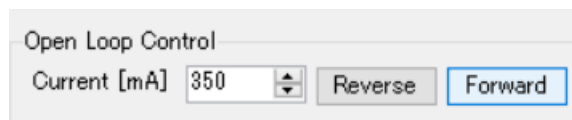

図 4-7 「Current [mA]」 エディットボックスと「Forward」 ボタン
- (17) 「Current [mA]」 エディットボックス(図 4-7)の q 軸電流指令値に 350 を設定します。
- (18) 「Forward」 ボタン(図 4-7)を押下して、モータを回転させることができます。